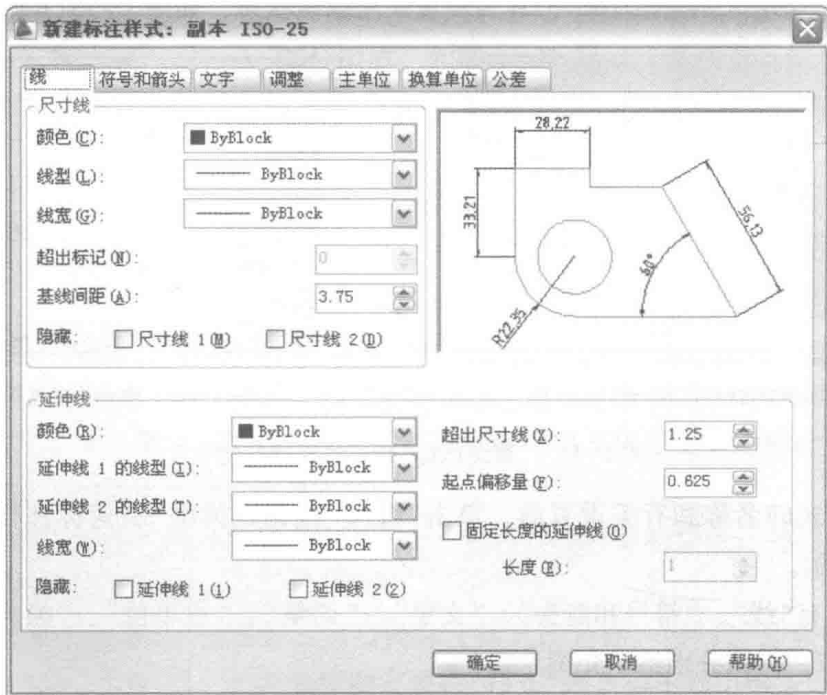

图 1-15 “线”选项卡的设置
(1)“线”选项卡的设置。设置尺寸线和尺寸界线的格式与属性。选项卡中，“尺寸线”选项组用于设置尺寸线的样式。“延伸线”选项组用于设置尺寸界线的样式。预览窗口可根据当前的样式设置显示出对应的标注效果示例。尺寸线和尺寸界线的参数设置如图 1-15 所示。